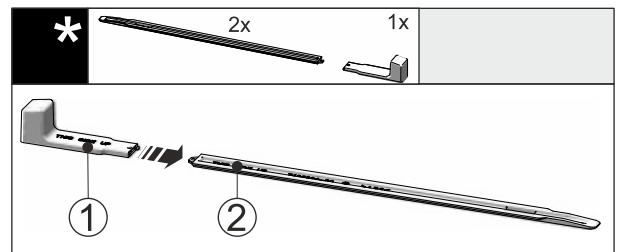

Fig. 44
- Montagegriff Fig. 44 (1) an die Nivellierschiene Fig. 44 (2) stecken.